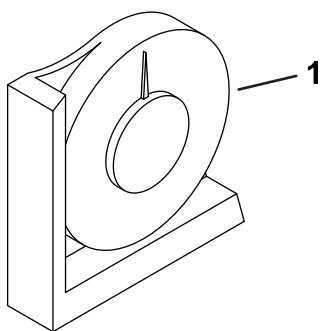

Рисунок 3
2. Убедитесь в том, что машина находится в горизонтальном положении, установив ручной уклономер (поставляемый в комплекте с машиной) на поперечную балку рамы рядом с топливным баком (Рисунок 3).